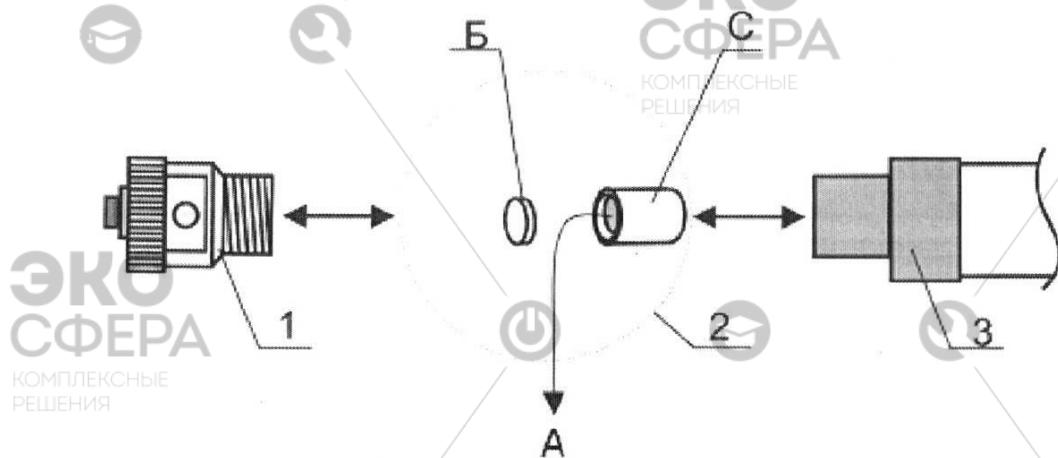

Рис. 9. Схема извлечения деталей при замене наполнителя защитного патрона:
3.2.3. Замена наполнителя защитного патрона проводится у использующихся по назначению насосов, не реже 1 раза в год. Для этого необходимо (рис. 9): отвернуть насадку (1); извлечь защитный патрон (2) из переходной втулки (3); извлечь поролоновый фильтр (Б); удалить отработанный наполнитель (А); заменить нижний поролоновый фильтр; заполнить стакан (С) наполнителем в количестве 10–15 см³; зафиксировать наполнитель поролоновым фильтром; установить патрон в переходную втулку насоса; накрутить насадку.